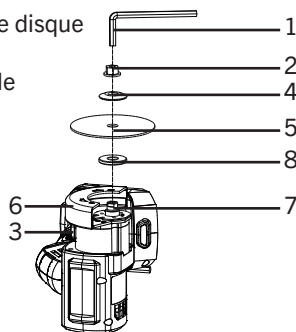

FIG. 1
3. Insérez la clé hexagonale (1) dans la vis à tête hexagonale (2) (Fig. 1).
4. Appuyez sur le bouton de verrouillage de la broche (3), tournez la vis hexagonale dans le sens des aiguilles d'une montre pour retirer à la fois la vis à tête hexagonale et la rondelle à bride (4) (Fig. 1).
5. Glissez le disque de coupe (5) dans le capot (6) et placez-le sur l'épaulement de la broche (7) de manière à ce qu'il repose à plat contre la grande bride de broche (8) (Fig. 1).